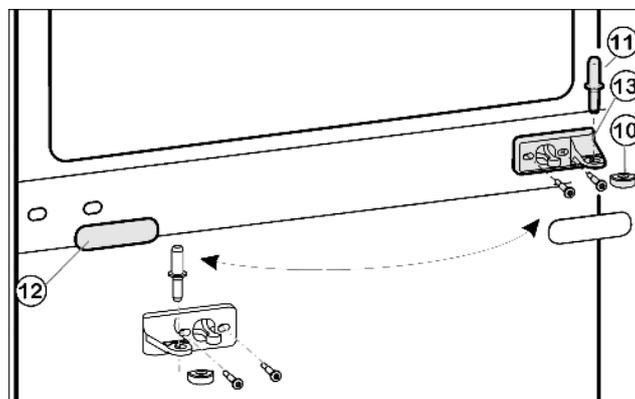
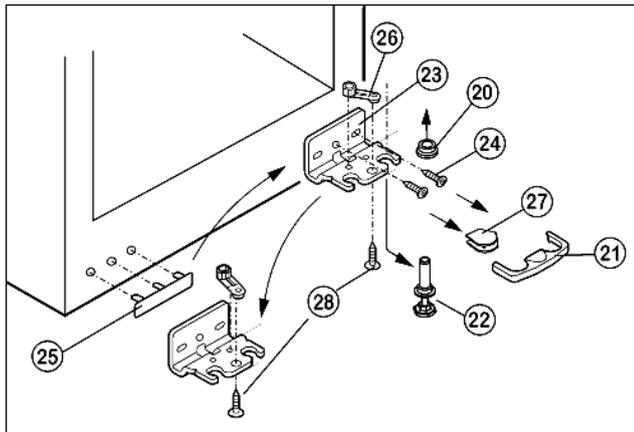

Fig. 5
Fig. 6
- Estrarre il perno di supporto centrale Fig. 5 (11) dal blocco di supporto e dalla porta inferiore.
- Staccare il coperchio di plastica Fig. 5 (10).
- Smontare il blocco di supporto centrale Fig. 5 (13).
- Staccare con cautela il pannello di copertura Fig. 5 (12).
- Spostare il blocco di supporto al centro Fig. 5 (13) ruotato di 180° sul nuovo lato cerniera.
- Innestare nuovamente il pannello di copertura Fig. 5 (12) ruotato di 180° sul nuovo lato impugnatura.
- ▶ Staccare la protezione Fig. 6 (21) tirandola in avanti.
- ▶ Staccare la copertura Fig. 6 (27).*
- ▶ Avvitare completamente il piedino di regolazione Fig. 6 (22).
- ▶ Estrarre il perno di supporto Fig. 6 (22) tirandolo verso il basso e in avanti. Fare attenzione alla boccola cerniera Fig. 6 (20).
- ▶ Svitare il blocco di supporto Fig. 6 (23) (2 x Torx 25) Fig. 6 (24).
- ▶ Svitare l'elemento di supporto Fig. 6 (26) (1 x Torx 25) Fig. 6 (28) e spostarlo nel foro di alloggiamento opposto del blocco di supporto, serrarlo nuovamente.
- ▶ Togliere con cautela la copertura lato maniglia Fig. 6 (25) e spostarla.
- ▶ Fissare nuovamente il supporto cuscinetto Fig. 6 (23) sul nuovo lato cerniera, eventualmente servendosi di un avvitatore a batteria, tramite l'asola esterna e il foro circolare.
- ▶ Montare la copertura Fig. 6 (27) sul lato opposto.*
- ▶ La protezione (21) deve innestarsi lateralmente sul blocco di supporto, per assicurare il perno di supporto e la porta.
- ▶ Innestare nuovamente la protezione (21) sul blocco di supporto.
- ▶ Applicare la boccola cerniera Fig. 6 (20).
- ▶ Appoggiare la porta dall'alto sul perno di supporto in basso Fig. 6 (22).
- ▶ Applicare nuovamente il coperchio di plastica Fig. 5 (10) sul blocco di supporto centrale Fig. 5 (13).
- ▶ Inserire il perno di supporto centrale Fig. 5 (11) sul nuovo lato cerniera attraverso il blocco di supporto centrale Fig. 5 (13) nella porta inferiore.
- ▶ Mettere la porta superiore sul perno di supporto centrale Fig. 5 (11).
- ▶ Spostare la vite centrale nel blocco di supporto in basso Fig. 6 (23) nell'asola libera.
- ▶ Eventualmente allineare le porte sopra le due asole nel blocco di supporto in basso Fig. 6 (23) e nel blocco di supporto al centro Fig. 5 (13) con il corpo esterno dell'apparecchio.